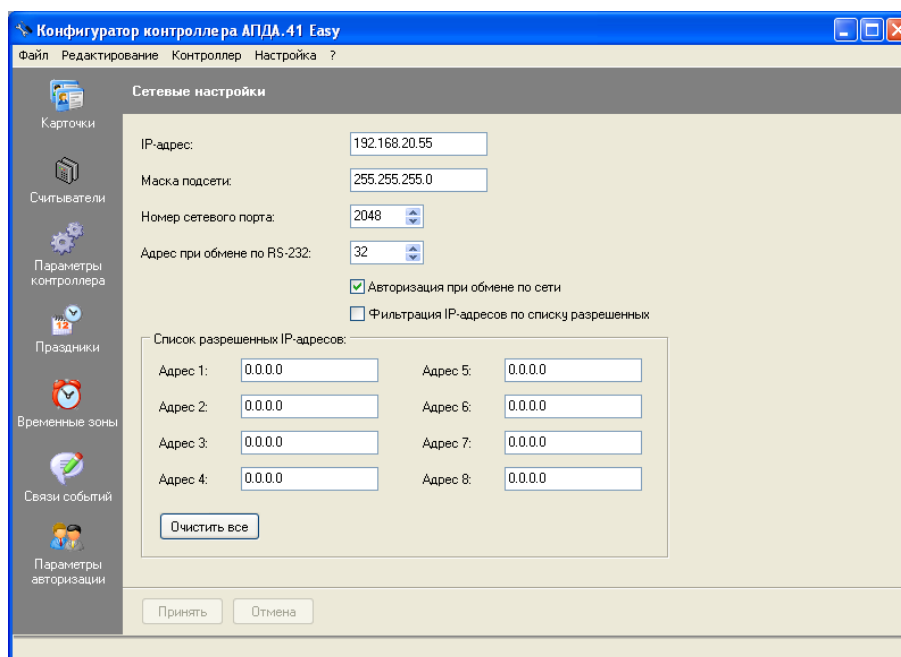

Рисунок 282
- 8) Выберите пункт меню "Редактирование/Сетевые настройки". В рабочем окне программы отобразится окно "Сетевые настройки" (см. Рисунок 282).